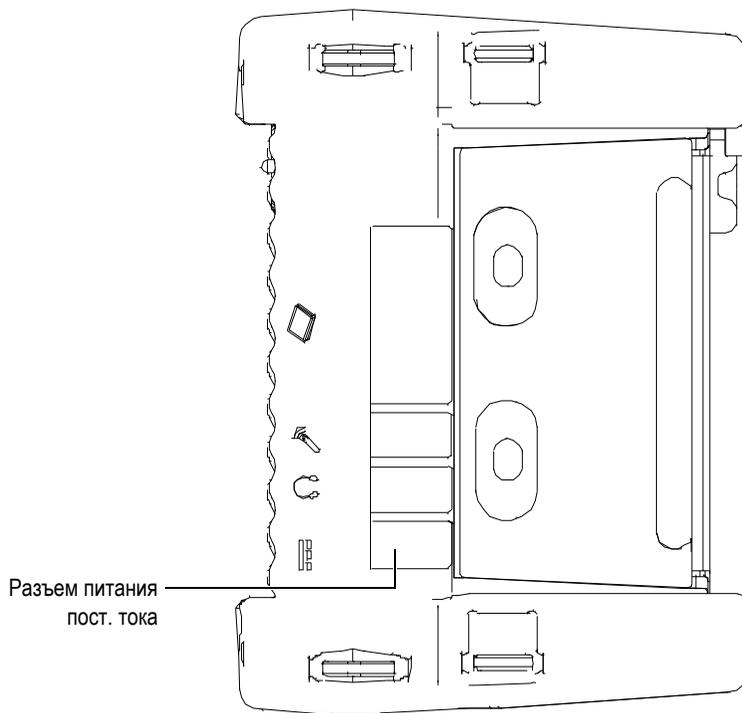

Рис. 8-1 Разъем адаптера питания DC OmniScan MX/MX1
2. На правой панели OmniScan MX/MX1 поднимите резиновую крышку, закрывающую разъем адаптера постоянного тока (см. Рис. 8-1 на стр. 101).
3. Подсоедините адаптер питания постоянного тока к DC разъему адаптера питания OmniScan MX/MX1 (см. Рис. 8-1 на стр. 101).